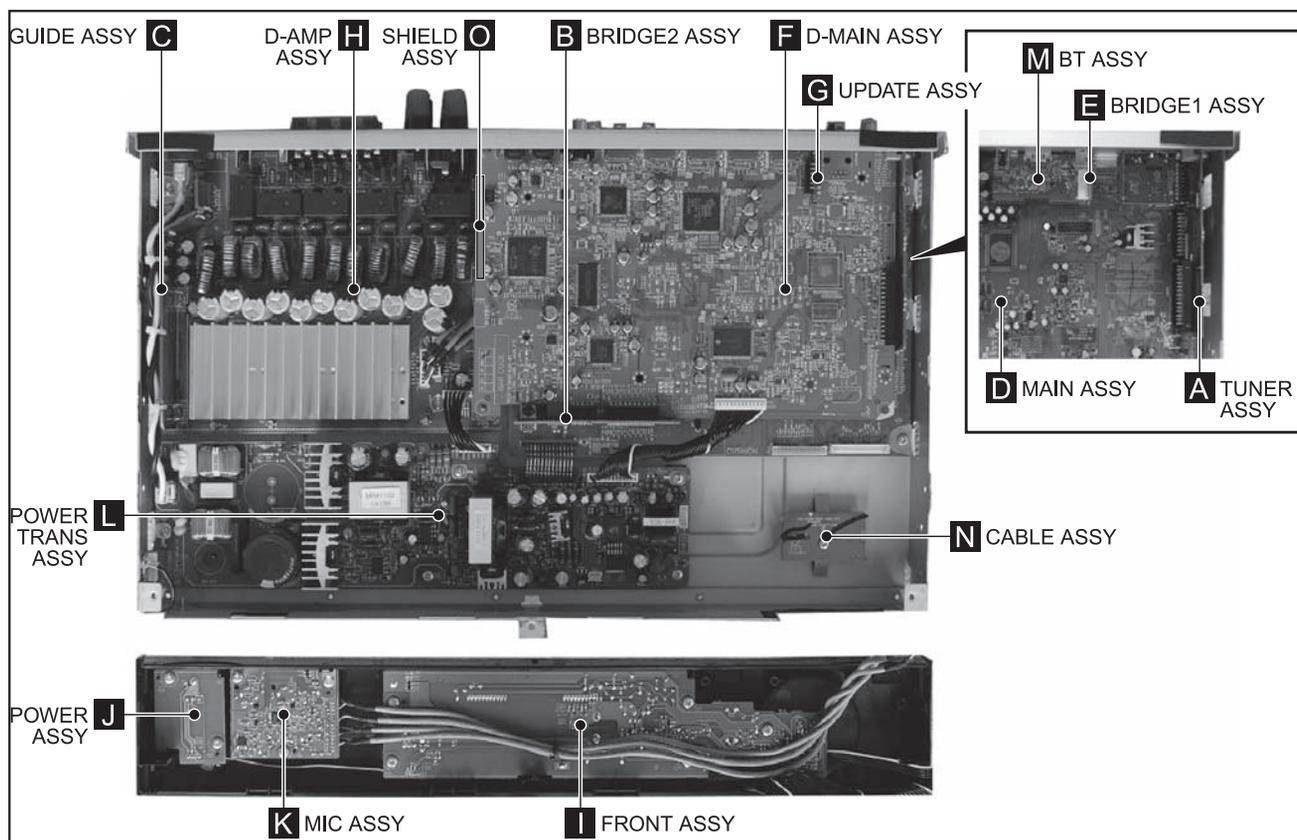

Рис. 2. Расположение плат и узлов в AV-ресиверах
В дежурном режиме ТВ контролируют напряжение +12VIN на контактах 4-6 разъема J8. Если оно равно нулю, проверяют (ремонтируют) блок питания. В другом случае измеряют напряжения в контрольных точках TP4 (5VSTB, см. рис. 3, 4) и TP6 (3.3VSTB). При отсутствии одного или обоих напряжений проверяют источники — U5 (5 на рис. 2) и U18 (9), их внешние элементы, отсутствие КЗ в выходных цепях.
Расположение плат и узлов в рассматриваемых AV-ресиверах приведено на рис. 2, а схема межблочных соединений — на рис. 3.